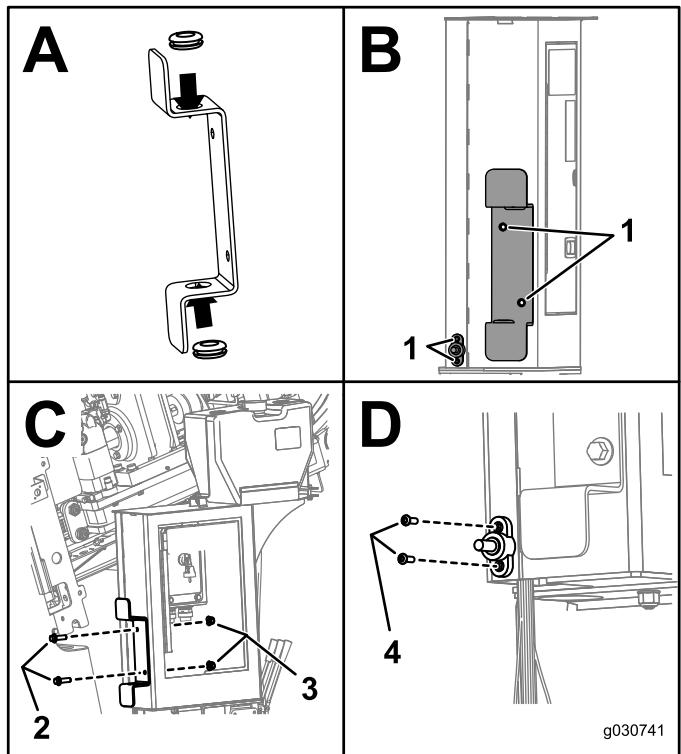

Figura 2
1. Instale las arandelas en el soporte (Cuadro A de la Figura 2).
2. Usando el soporte y la caja de empalmes como guía, marque y haga 4 orificios, como se muestra en el cuadro B de la Figura 2.
3. Asegure los soportes con 2 pernos (M12) y 2 contratuerca (M12), como se muestra en el cuadro C de la Figura 2.
5. Asegure la caja de empalmes con 2 pernos (M5) y 2 tuercas (M5), como se muestra en el cuadro D de la Figura 2.